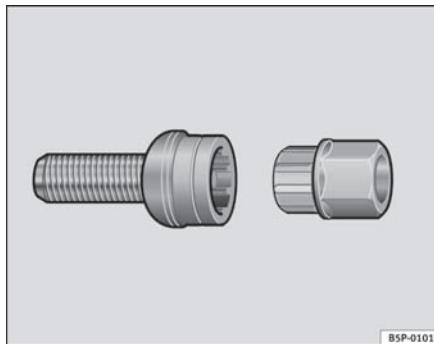

Fig. 135 Tornillo anti-robo de la rueda
- Coloque el adaptador hasta el tope en el tornillo antirrobo de la rueda **⇒ página 211, fig. 135.**